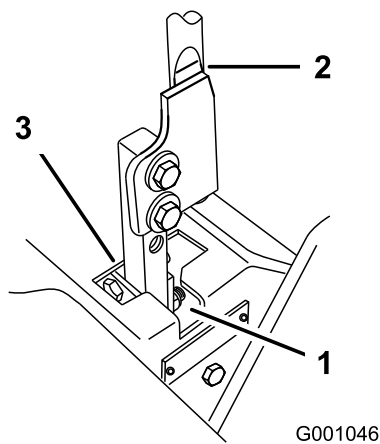

Bild 92
5. Schieben Sie den Hebel in die Neutral-Stellung (nicht arretiert) (Bild 92).
6. Ziehen Sie den Hebel zurück, bis der Lastösenbolzen (am Arm unter der Gelenkwelle) das Schlitzende berührt (und soeben Druck auf die Feder ausübt), wie in Bild 92 abgebildet.
7. Prüfen Sie, an welcher Stelle der Fahrtriebshebel relativ zur Kerbe im Armaturenbrett ist (Bild 92).